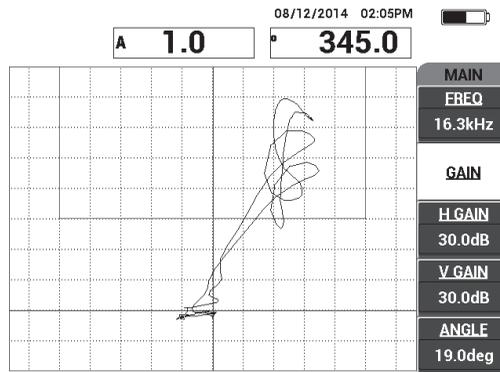

Figura 6-68 Segundo escaneo sobre el(los) defecto(s)
4. Coloque la punta de la sonda en un área libre de defectos, pulse nuevamente la tecla CAL NULL (\oplus) y, después, efectúe minuciosamente un escaneo sobre el(los) defecto(s); asegúrese de que la detección sea correcta y, de ser necesario, ajuste los parámetros **GAIN**, **H GAIN** o **V GAIN**. Ver la Figura 6-68 en la página 189.